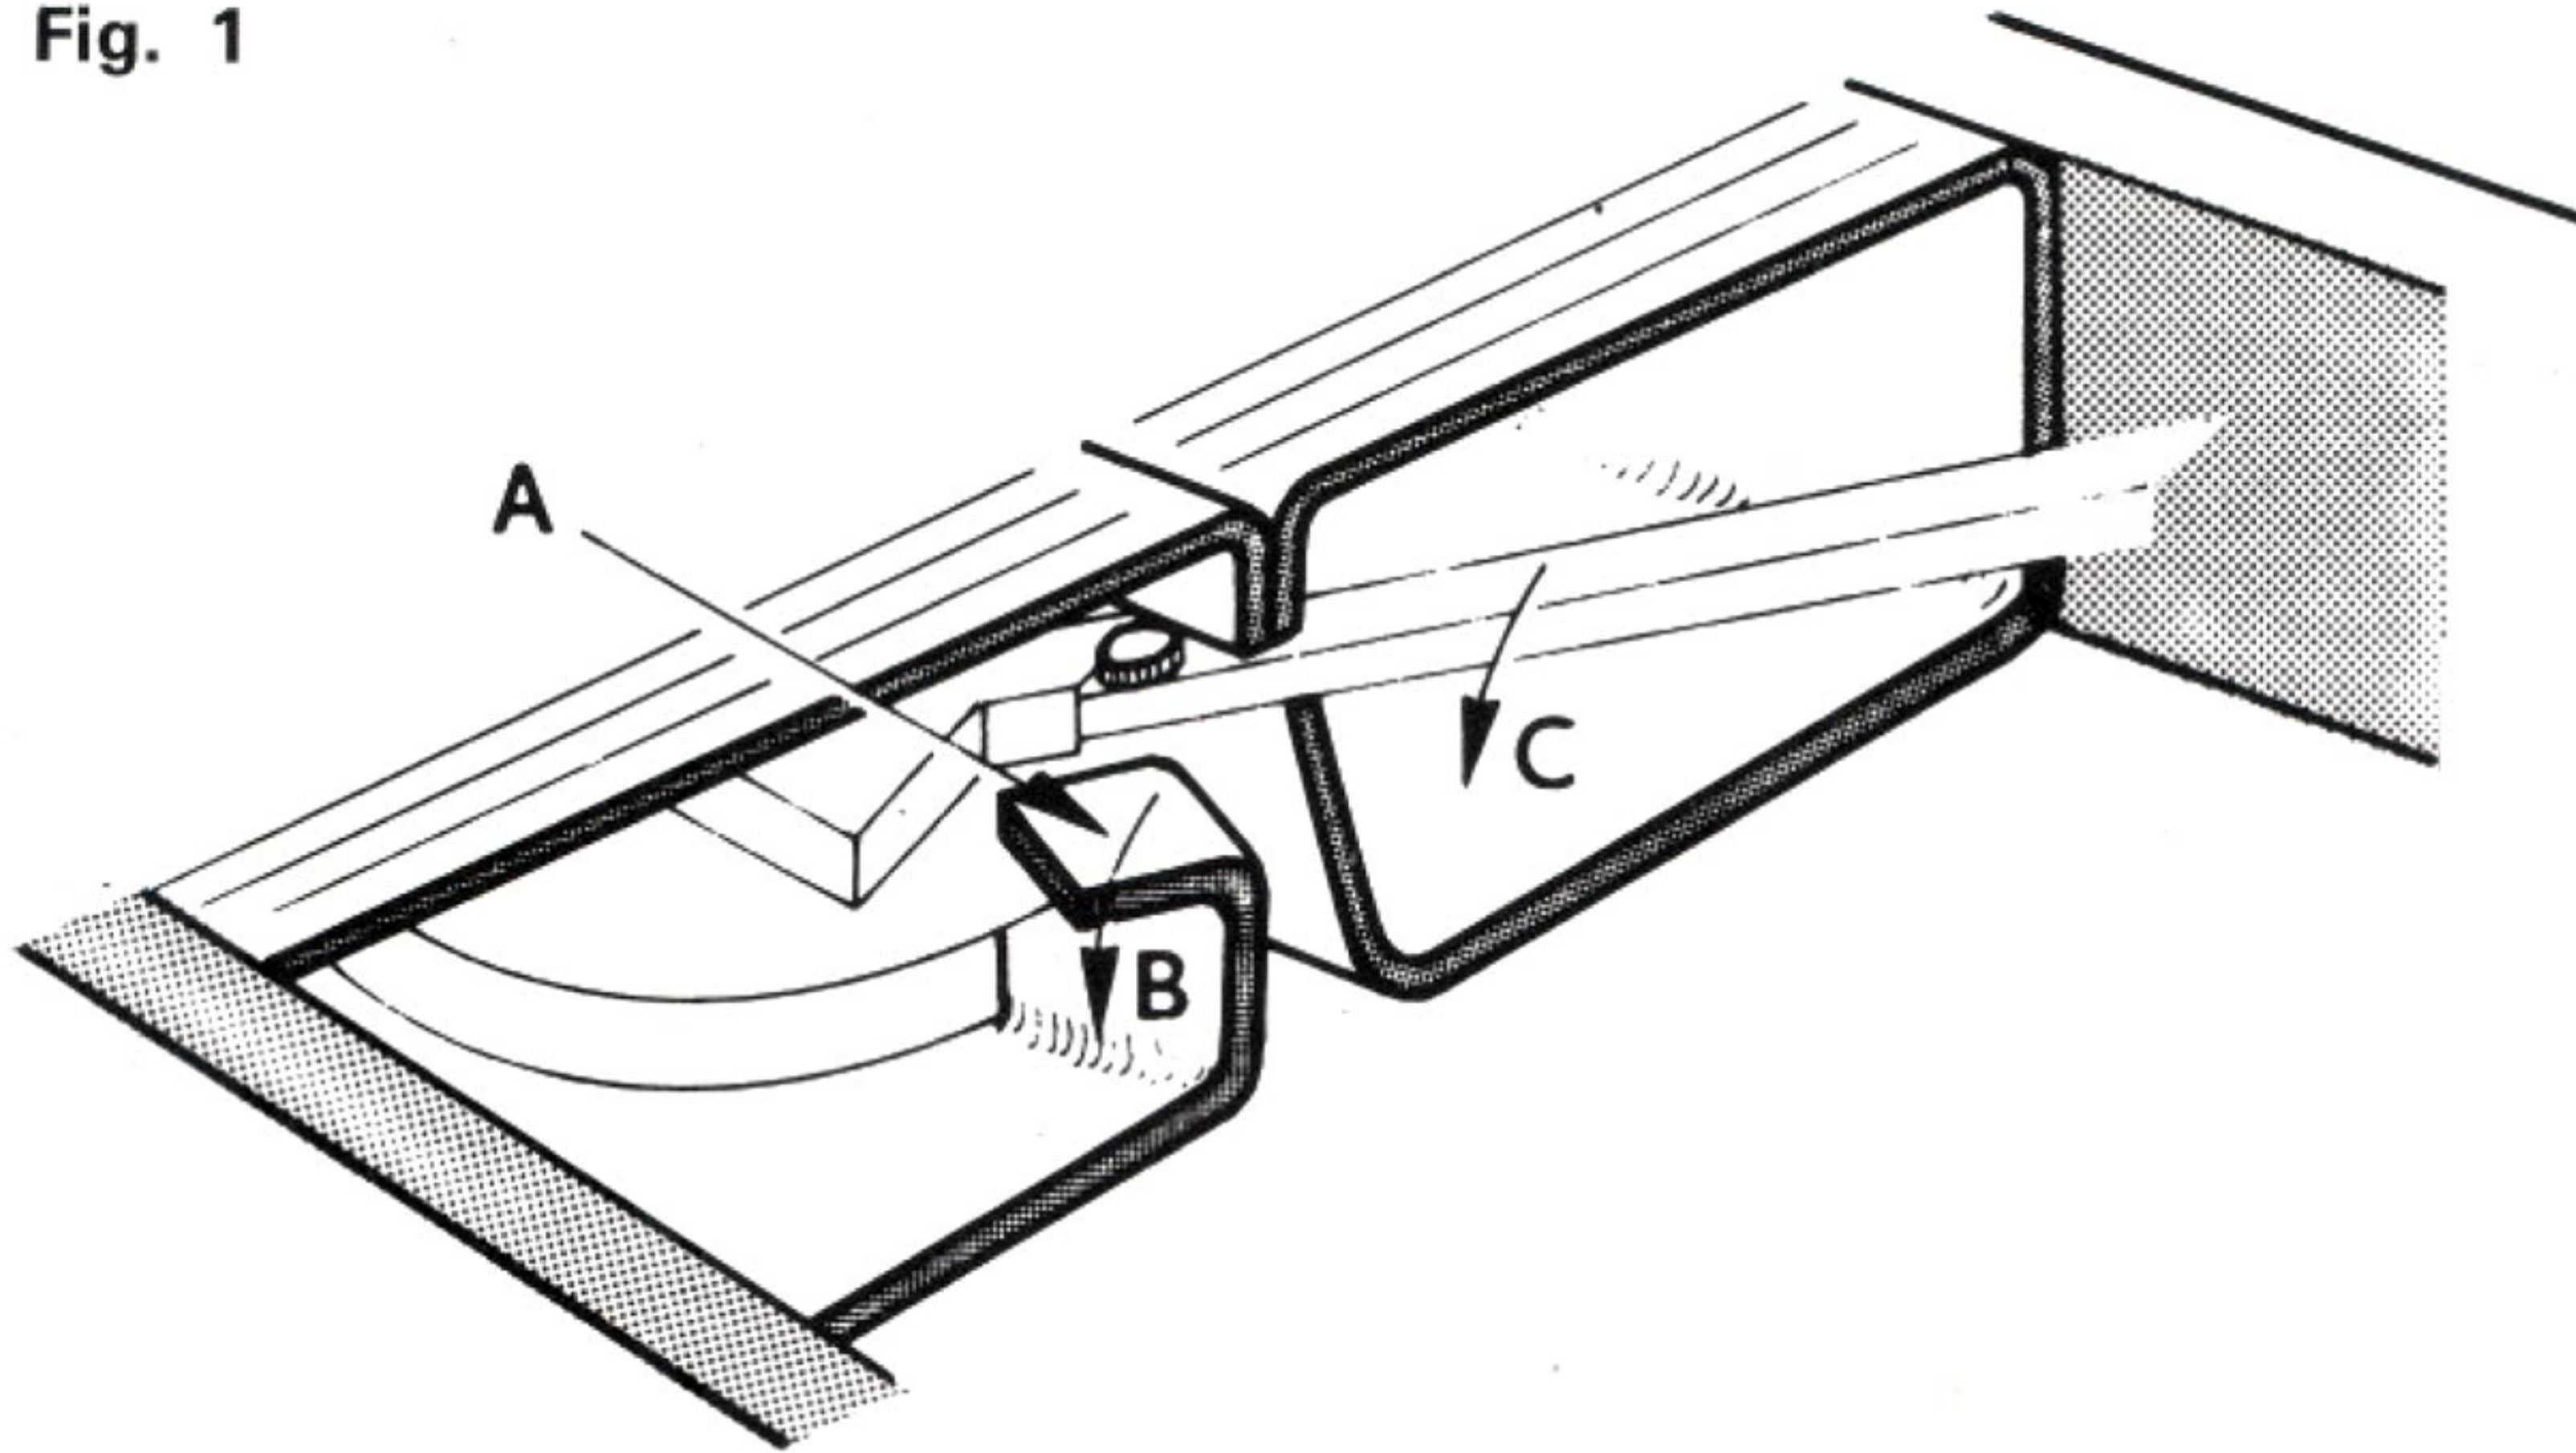

Fig. 1
- 3°/ Regardez le côté droit du calage central (Fig. 1) - Pliez la patte A suivant la flèche B - Dégagez délicatement le bras vers la droite, suivant la flèche C, sans forcer sur l'axe, et extraire le calage central en le soulevant verticalement.
- 3°/ Look at the right side of middle wedging (Fig. 1). Fold the supporting leg A according to the arrow B. Nicely, make free the arm towards the right direction, following the C arrow avoiding to force on the axis then extract the middle wedging in lifting it vertically.